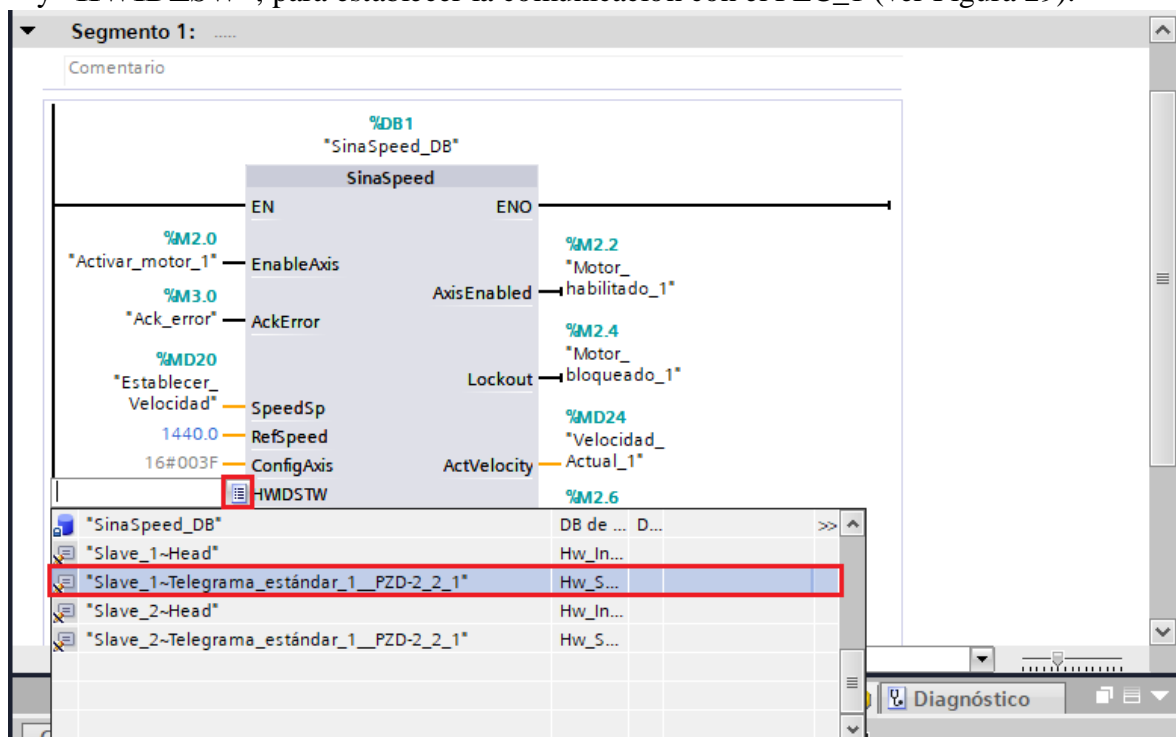

Figura 29. Comunicación Telegrama 1.
- Por ultimo establecer el telegrama de comunicación “Telegrama 1” a las entradas “HMDSTW” y “HMDZSW”, para establecer la comunicación con el PLC_1 (ver Figura 29).